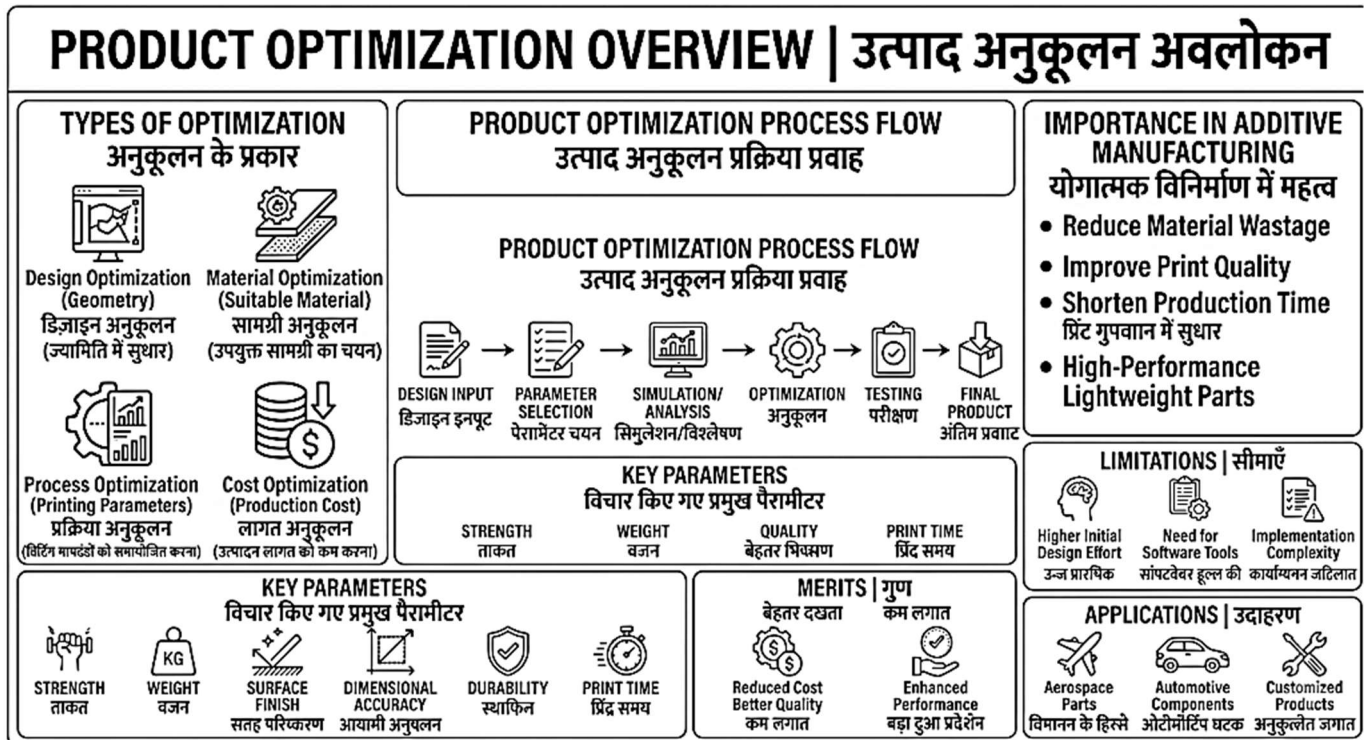

Fig. 15.1: Product Optimization Process and Key Parameters | उत्पाद अनुकूलन प्रक्रिया और प्रमुख पैरामीटर
15.1.1 Definition and Meaning of Optimization in Product Development (Fig. 15.1)
15.1.1 उत्पाद विकास में अनुकूलन की परिभाषा और अर्थ (Fig. 15.1)